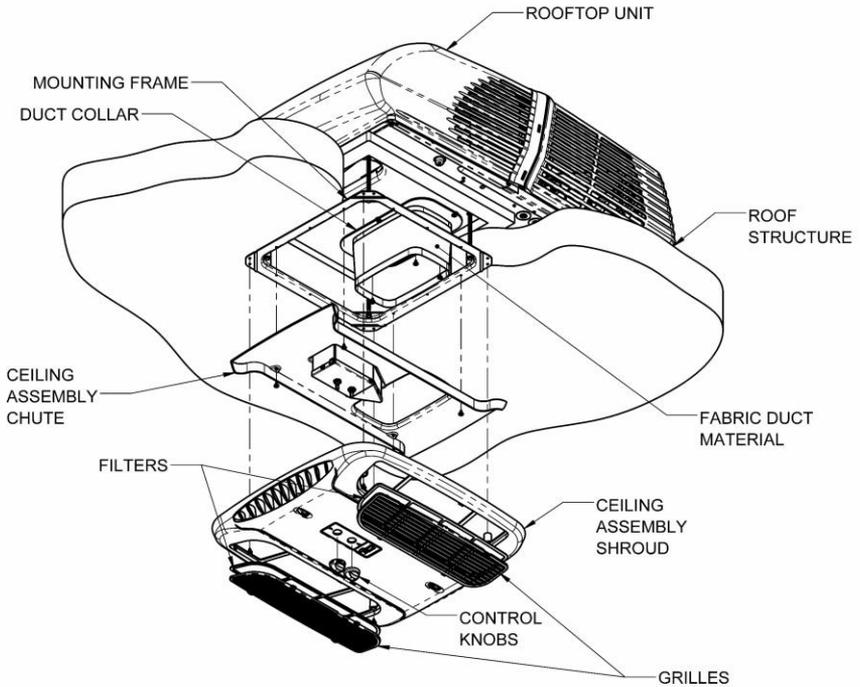

Figure 11
- B. Fixez le collet de gaine au bac à condensation du climatiseur avec les 3 vis fournies (voir Figure 11).
- H. Soulevez la chute de l'ensemble de plafond jusqu'au cadre de montage et fixez-la avec les 4 vis fournies (voir Figure 11).
- K. Soulevez le carénage de plafond, et en vous assurant qu'il s'engage correctement dans la chute, fixez-le au cadre de montage avec les 4 vis fournies (voir Figure 11).